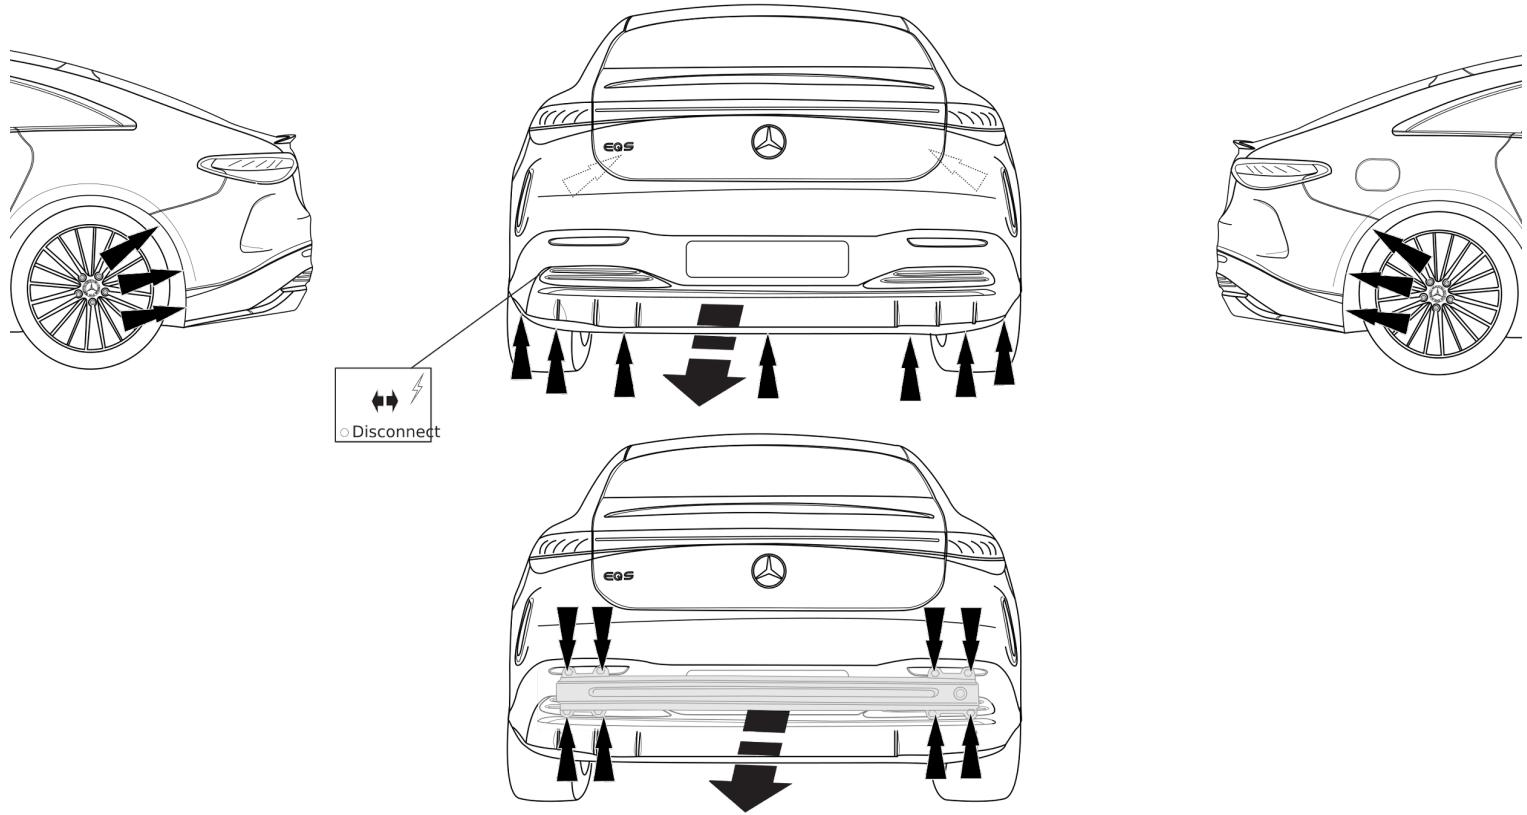

Fig. 1
2. Снять бампер вместе со буферным бруском автомобиля. Буферный брус больше не понадобится. См. рисунок 1.